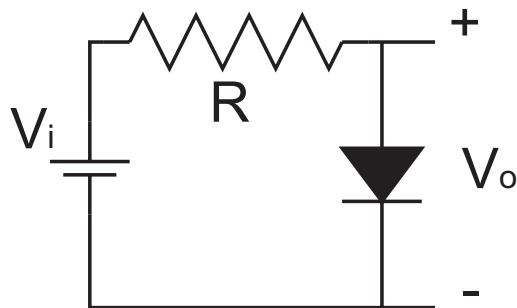

Figura 8:
**Ejemplo de aplicación del modelo.** Consideremos el circuito de la figura 8. En él se polariza un diodo con una fuente de tensión  $V_i$  y una resistencia en serie. Es interesante calcular el valor de la tensión en el diodo,  $V_o$ , para distintos valores de la tensión de alimentación  $V_i$  (este cálculo se conoce como característica de transferencia, no confundir con la función de transferencia).